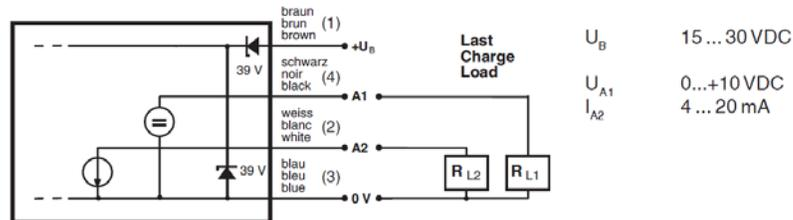

Figura 1. Diagrama de conexión para sensor inductivo.
- 2) Conectar el sensor, la fuente y el multímetro (configurado para medición de voltaje) de acuerdo a la figura 1 para la salida de 0 – 10 Vdc.